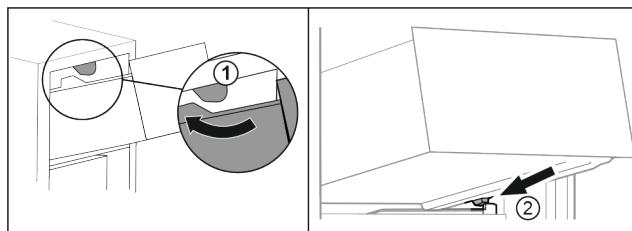

Fig. 65
- Schubfach um die oberen Stopper herumführen. Fig. 65 (1)
- Schubfach schräg hinter den unteren Stopfern auf Behälterrippe aufsetzen. Fig. 65 (2)